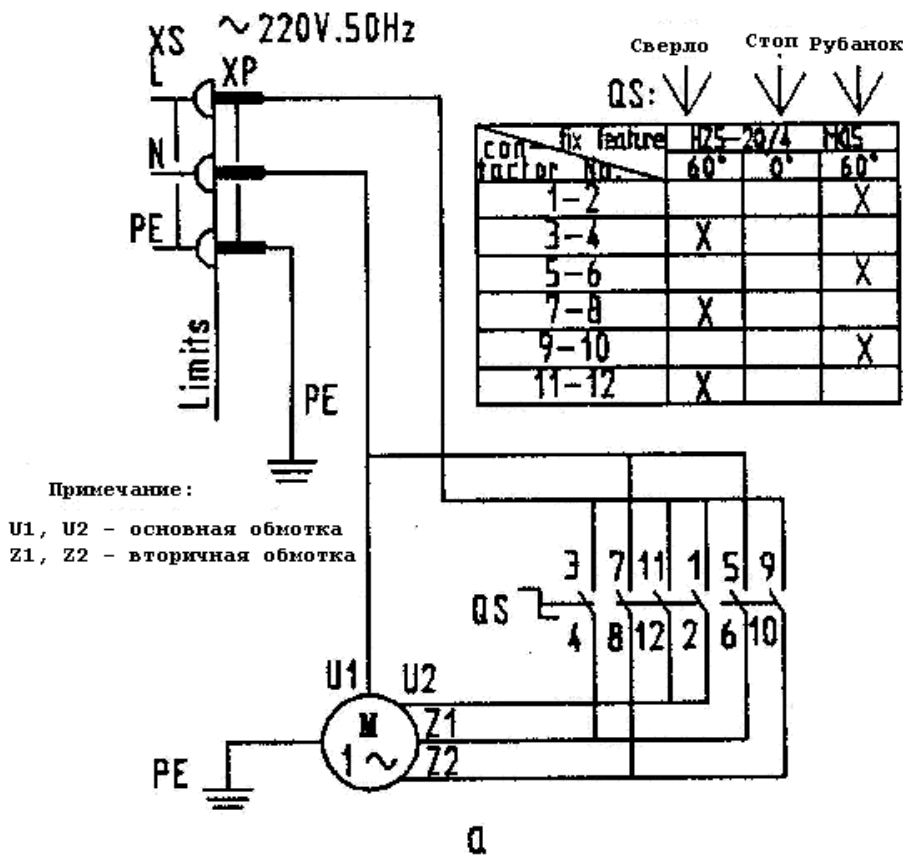

Рис.6 Электрическая схема
#### Электрическая схема (Рис. 6)
- Электрическая схема показана на Рис. 6 а или б. Станок может поставляться с трехфазным или однофазным мотором, в зависимости от запроса заказчика.